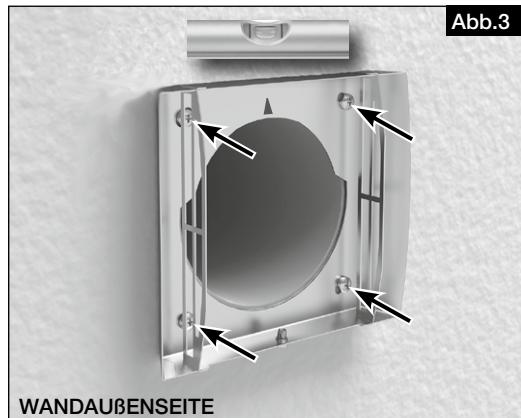

Abb.3
4. Bohrbild anzeichnen und bohren (s. Abb. 3).
5. Rahmen waagerecht, mit dem Pfeil nach oben, ausrichten (s. Abb. 3) und an der Wand festschrauben (Edelstahl-Schrauben verwenden).